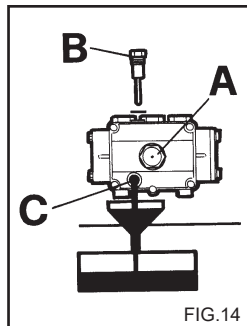

FIG.14
- 2) Skruva ur locket med oljestickan (fig. 14).